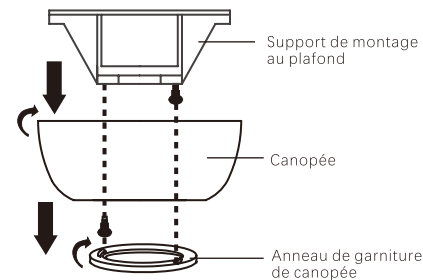

Fig.5
Étape 1. Retirez le anneau de garniture de canopée de la canopée en la tournant dans le sens inverse des aiguilles d'une montre. (Fig.5)
Étape 2. Retirez le support de montage au plafond de la canopée en enlevant et en conservant l'une des deux vis. Desserrer la vis restante d'un demi-tour. (Fig.5)